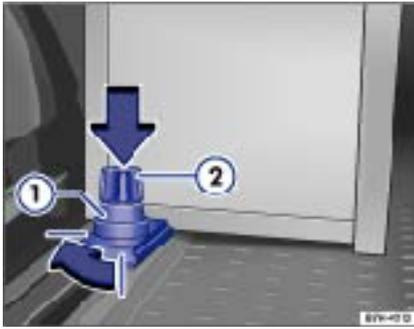

Fig. 34 Dans le coffre à bagages : fixation du caisier de rangement avec poignée ① et molette ②
- Desserrez la molette ⇒ Fig. 34② située derrière le casier de rangement dans le coffre à bagages.
- Tournez la poignée ① de 90° dans le sens de la flèche.